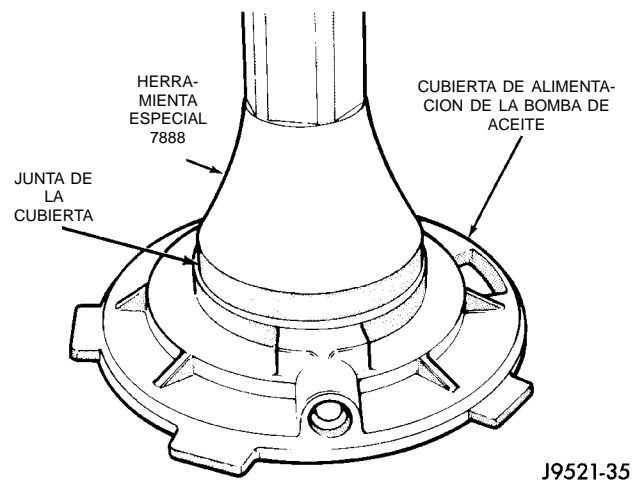

Fig. 59 Instalación de la junta de la bomba de aceite
(14) Instale la junta nueva en la cubierta de alimentación de la bomba de aceite con la herramienta especial 7888 (Fig. 59).